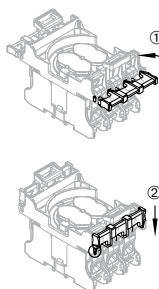

Fig. 4
- Chiedere e premere verso il basso le alette (vedere Fig. 4): sollevare le alette di tenuta a sinistra e a destra ruotandole di 90° verso l'alto, quindi premerle verso il basso fino ad agganciarle. In questo modo gli elementi di contatto sono fissati anche meccanicamente al portacontatti.